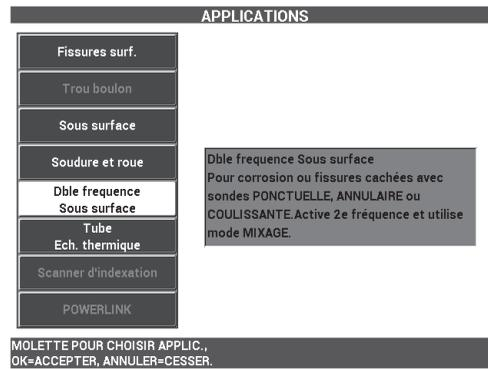

Figure 5-98 Application Dble fréquence sous surface
**fréquence sous surface** avec la molette de réglage, et puis appuyez sur ✓ pour confirmer (voir la Figure 5-98 à la page 212).